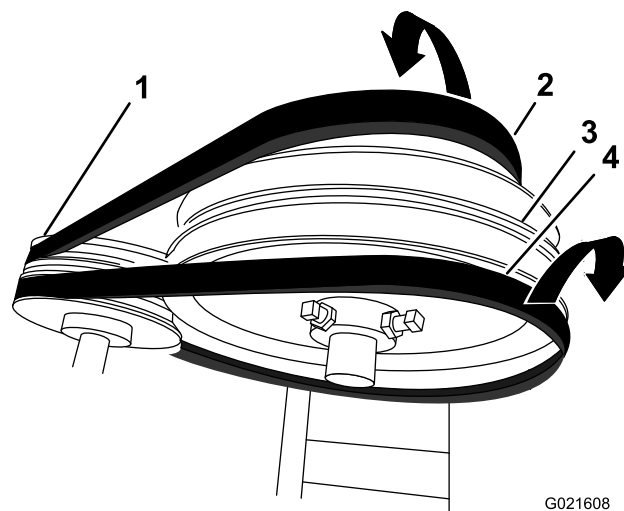

Figura 39
4. Deslice la correa delantera hacia adelante y retírela de la polea tensora (Figura 39).
5. Deslice la correa trasera hacia atrás y retírela de la polea tensora (Figura 39).